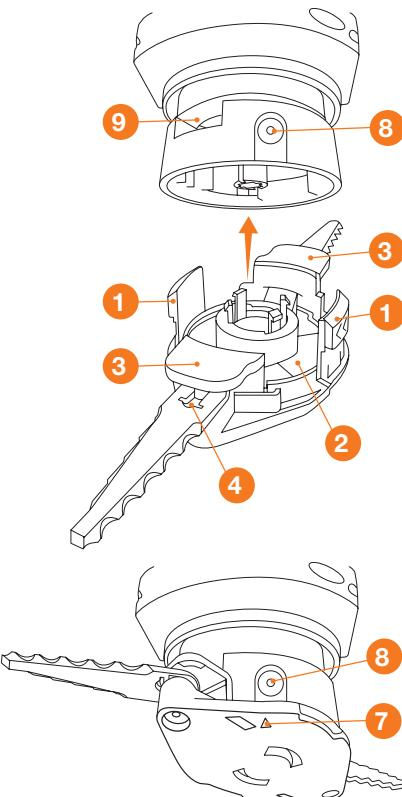

Рис. 13
- Для разборки головки необходимо надавить на язычки ① крышки в пазах ⑨ головки (Рис. 13).
- Крышка выйдет из пазов ⑨ и косильная головка будет открыта.
- Проверните внутреннюю часть триммерной головки ② против часовой стрелки, держась за крепления ножей ③.
- Установите новые ножи на металлическую ось крепления ④.
- Прижмите внутреннюю часть триммерной головки ② и закрепите ее, повернув по часовой до упора.
- Установите крышку совмещая язычки ① с пазами ⑨ и индикатор-стрелку ⑦ на крышке с прорезью ⑧ на головке.